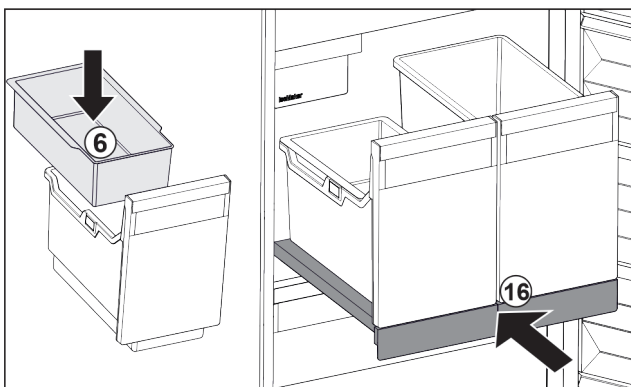

Fig. 96
- ▶ Aseta ripustettava jääpalakulho Fig. 96 (6) paikalleen.
- ▶ Työnnä vetotaso säiliöineen (IceTower) sisään paikalleen. Fig. 96 (16)